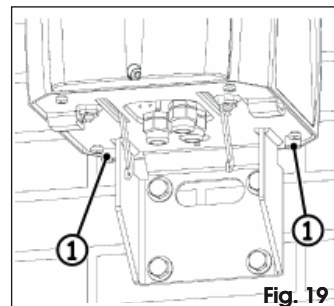

Fig. 19
8. Bloccare il corpo motore con le due viti posteriori, Fig. 19 rif. ①.